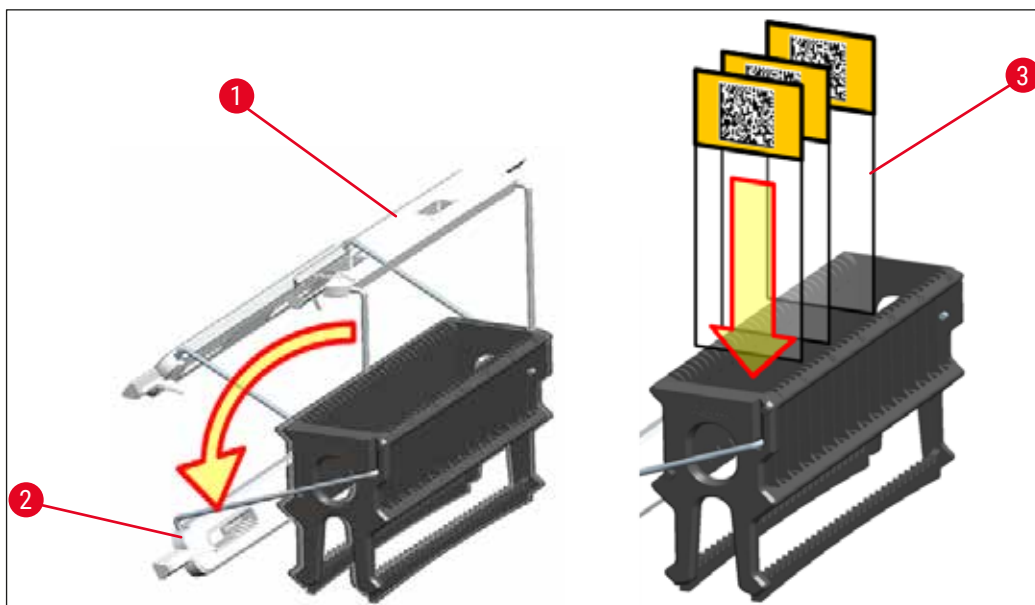

Fig. 85
- Stativets forside er mærket med Leica-logoet. Når håndtaget er fastgjort, kan teksten **FRONT** læses, når du ser på håndtaget (→ "Fig. 85").
1. Fold stativhåndtaget til lodret position (→ "Fig. 85").